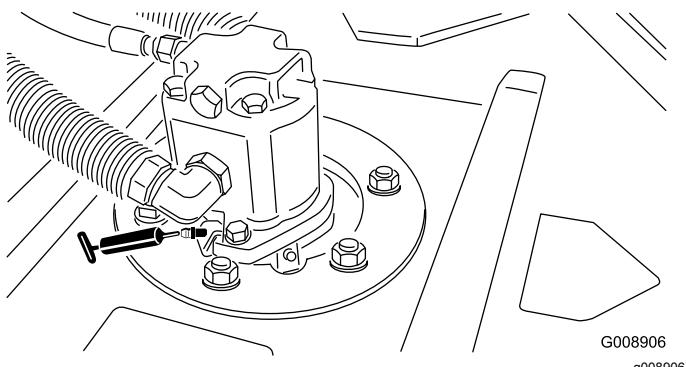

Figura 54
- Cojinetes de los ejes de las unidades de corte (2 por unidad de corte)—Figura 54